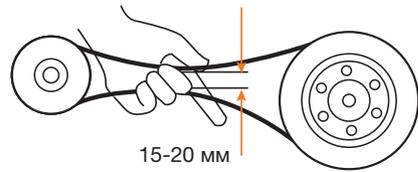

Рис. 22
- Снимите защитный кожух, с помощью винта регулировки натяжения троса сцепления на ручке сцепления, произвести регулировку, предварительно открутив контргайку (Рис. 22).